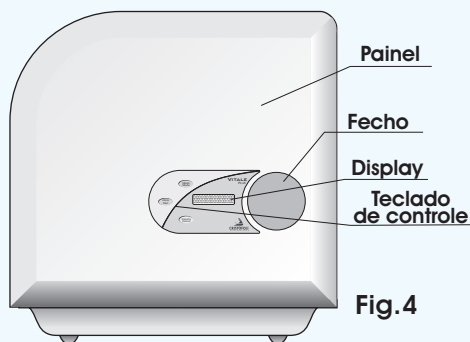
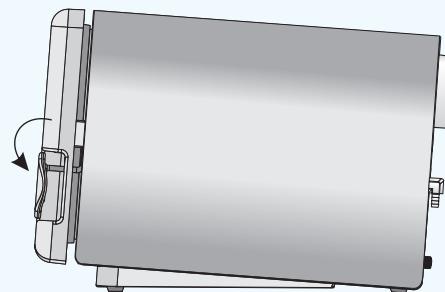

Fig.4
Fig. 17
- 1► **PAINEL** - Está localizado na parte frontal da autoclave, é feito em plástico ABS injetado, é onde se encontra o teclado de controle e o display da autoclave (Fig. 4).
- 3► **TECLADO DE CONTROLE** - Está localizado no painel, é onde ficam os botões de controle e o display da autoclave (Figs. 4 e 5).
- 4► **DISPLAY** - É onde são visualizadas todas as funções/mensagens exibidas pela autoclave, possui duas linhas de 16 caracteres cada, localiza-se na parte central do teclado de controle, (Figs. 4 e 5).
- 5► **FECHO** - Localizado na parte frontal da autoclave (Figs. 4 e 5), é utilizado para abrir, fechar e travar a porta da autoclave (conjunto painel/tampa). Para verificar a posição correta do fechamento consulte as Figs.17 e 18 (Pág. 12).
► Abasteça a autoclave com os materiais a serem esterilizados, tomando cuidado para não encostá-los nos orifícios das saídas internas de vapor, pois isso ocasionará interferência no ciclo. Consulte “Recomendações para o Melhor Acondicionamento do Material na Autoclave” (Pág. 20, item 6.4). Não sobrecarregue a autoclave.
► Feche a porta da autoclave. Para fechar corretamente, ainda com a autoclave aberta e o fecho totalmente para a esquerda, feche a porta pressionando-a contra a câmara (cuba), mova o fecho totalmente para a direita e depois para baixo até o final do curso, (Figs.17 e 18, pág.12). Para a abertura da autoclave repita o mesmo procedimento de modo inverso.